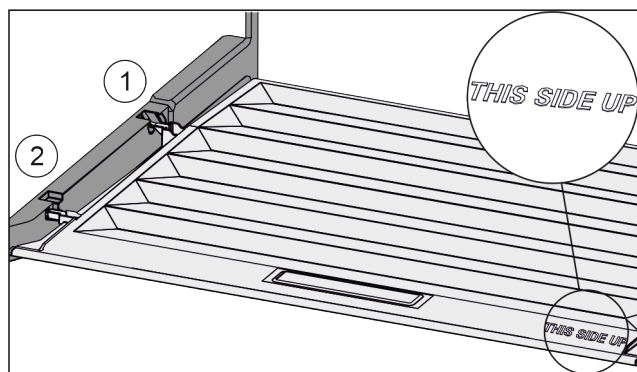

Fig. 33
- ▶ Вставить поперечные ребра крышки через отверстие заднего держателя Fig. 33 (1) и защелкнуть спереди в держателе Fig. 33 (2).